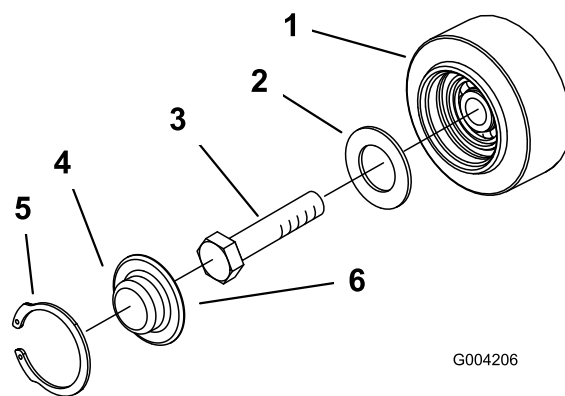

Figure 50
3. Déposez le circlip et le chapeau d'un galet de roulement (Figure 50).
4. Vérifiez la graisse sous le chapeau et autour du joint (Figure 50). Si elle est encrassée, granuleuse ou en quantité insuffisante, enlevez toute la graisse, remplacez le joint et ajoutez de la graisse neuve.